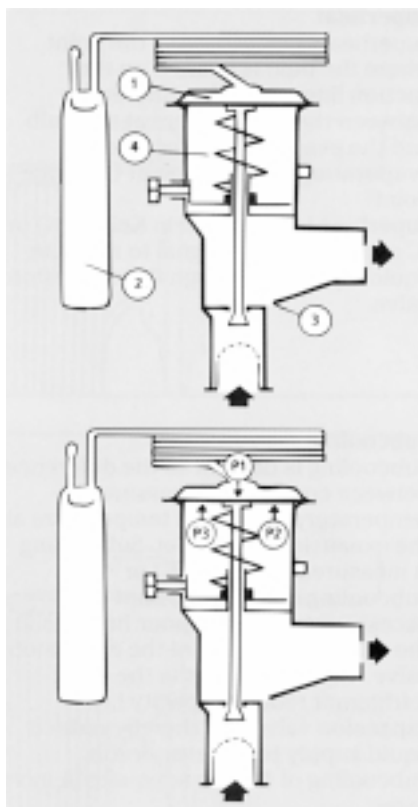

Рис. 1
ТРВ (рис. 1) *состоит* из термостата (1), отделенного от корпуса клапана мембраной капиллярной трубки, соединяющей термостат с термобаллоном (2), корпуса клапана с седлом (3) и пружины (4).